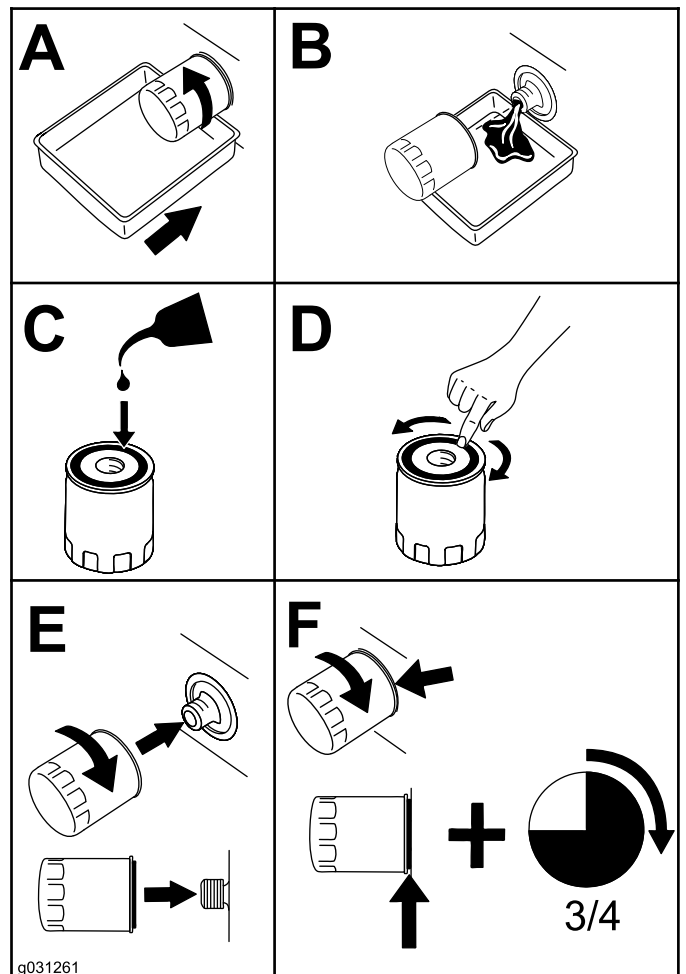

Bild 50
4. Wechseln Sie den Ölfilter wie in Bild 50 gezeigt.